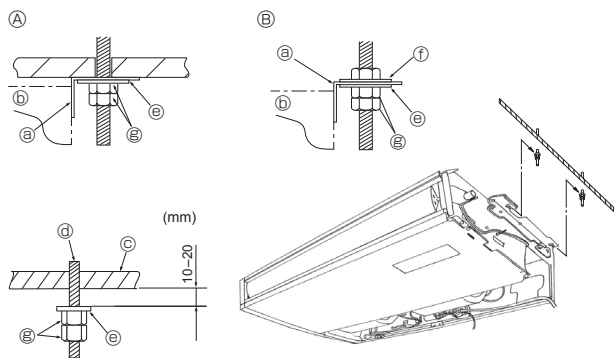

Fig. 3-5
3.3. Montering af den indendørs enhed (Fig. 3-5)